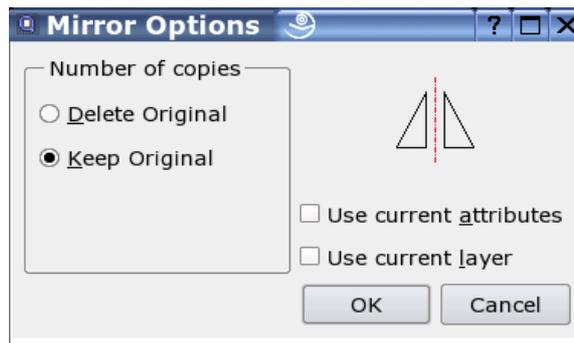

Abbildung 52: Dialog mit Optionen zum Spiegeln von Objekten.
5. Der Dialog mit den Optionen zum Spiegeln von Objekten wird angezeigt (Abbildung 52). Um die selektierten Objekte zu spiegeln ohne die Original Objekte beizubehalten, aktivieren Sie "Original löschen", um sie zu kopieren "Original beibehalten". Die kopierten Objekte haben die gleichen Attribute und den gleichen Layer wie die Original Objekte. Um dieses Verhalten zu ändern und alle neu erstellten Objekte mit den aktuellen Attributen oder auf dem aktuellen Layer zu erstellen, aktivieren Sie "Aktuelle Attribute verwenden" respektive "Aktuellen Layer verwenden".